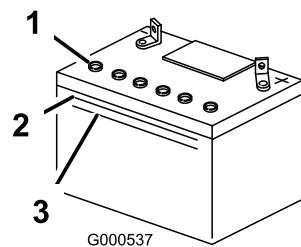

図 55
電解液が **上の線** まであればよい図 55。バッテリー液の量が下の線より下がらないように管理する図 55。
- バッテリーの各セルのキャップを外す図 55。
- 液量が上の線に達するまで図 55、各セルに蒸留水をゆっくりと補給する。
- 各セルに補給した後、5-10分待って液量がバッテリーケースの上の線図 55に届かなければ蒸留水を足す。